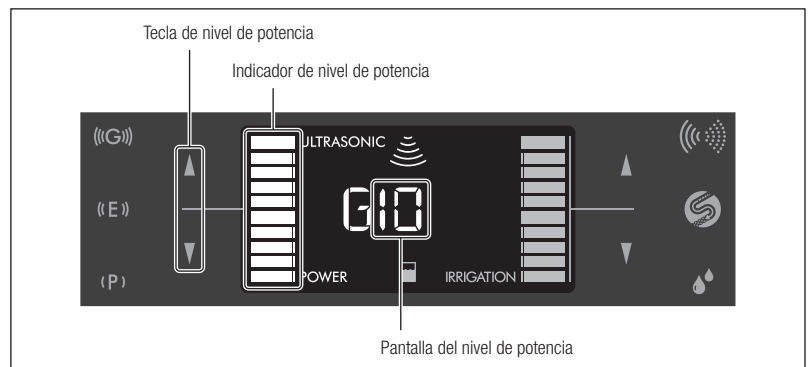

Fig. 20
- Toque la tecla de nivel de potencia (▲/▼) para ajustar el nivel de potencia. La pantalla de nivel de potencia y el indicador de nivel de potencia aumentan o disminuyen de acuerdo con el nivel seleccionado (Fig. 20).